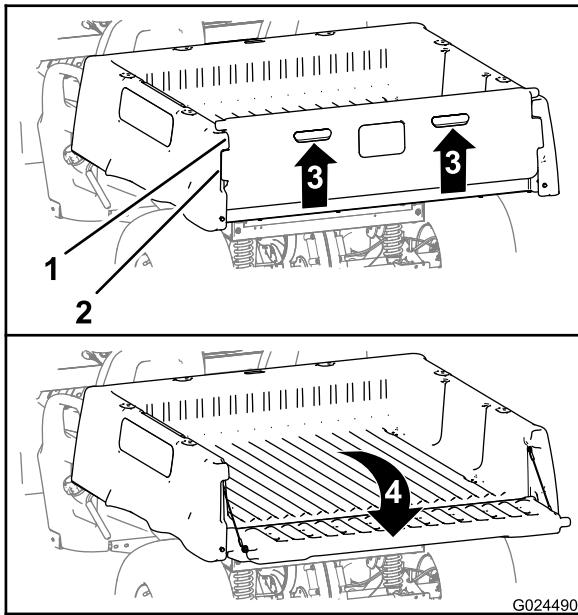

Figura 20
2. Sollevate agendo sugli elementi di spinta sul pannello posteriore della sponda posteriore (Figura 20).
3. Allineate le flange di bloccaggio della sponda posteriore alle aperture verticali tra le flange posteriori del pianale (Figura 20).
4. Ruotate la sponda posteriore indietro e in basso (Figura 20).
6. Ruotate la sponda posteriore in alto e in basso in modo che le flange di bloccaggio della sponda stessa siano a filo con la tasca della sponda nel pianale (Figura 20).
7. Abbassate la sponda posteriore in modo che si posiziono sul retro del pianale (Figura 20).